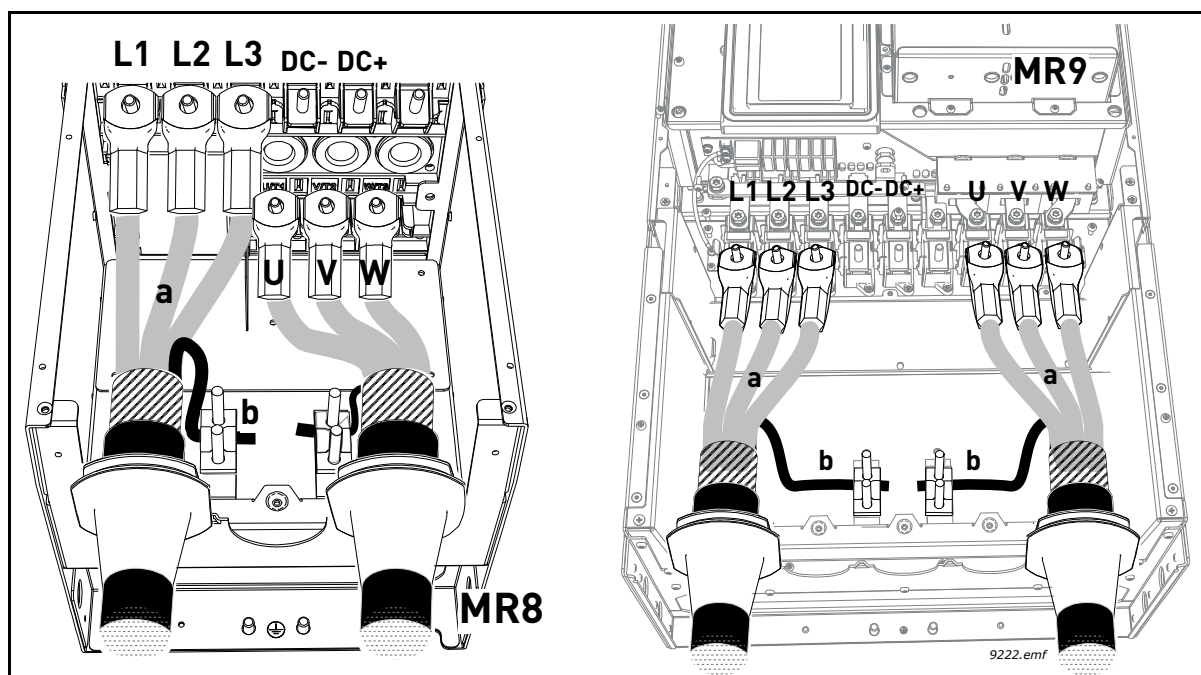

Figura 42.
- Abra o restante da blindagem de todos os cabos em “leque” e faça a conexão do terra como mostrado em Figura 42 (b) usando a braçadeira da *bolsa de Acessórios*.